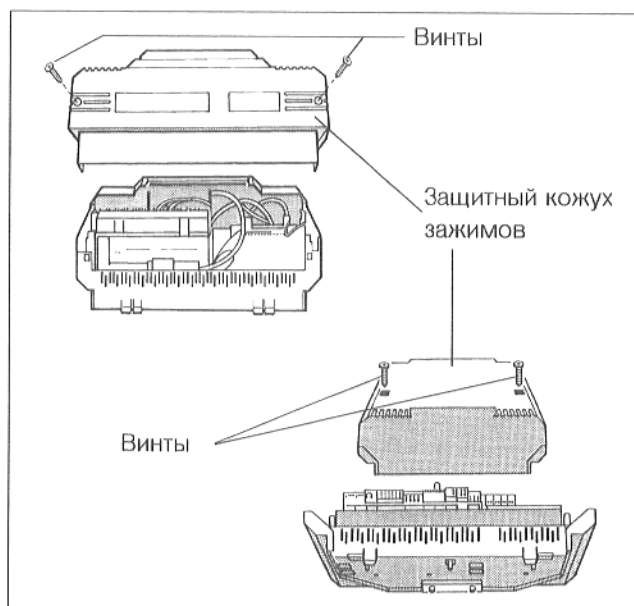

Рис. 15: системы регулирования 4000 и 2000
- Вывинтить два винта из защитного кожуха зажимов регулятора (рис. 15). Снять защитный кожух.